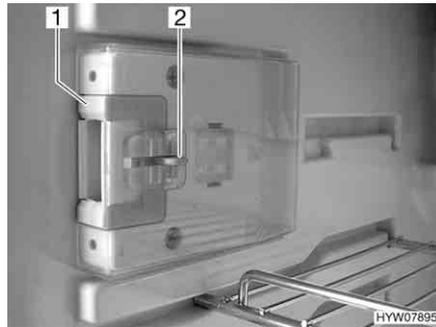
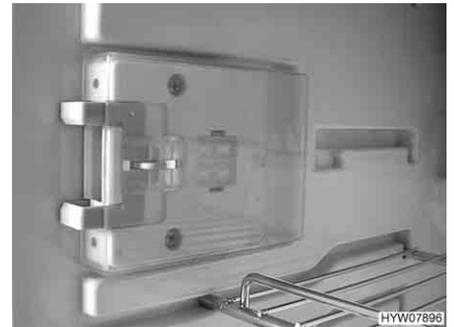

Fig. 221 Dispositivo de fecho em posição normal
Fig. 222 Dispositivo de fecho em posição de arejamento
- Empurre para dentro o dispositivo de destrava (Fig. 221,2).
- Desloque o dispositivo de fecho (Fig. 221,1) para a frente (Fig. 222).